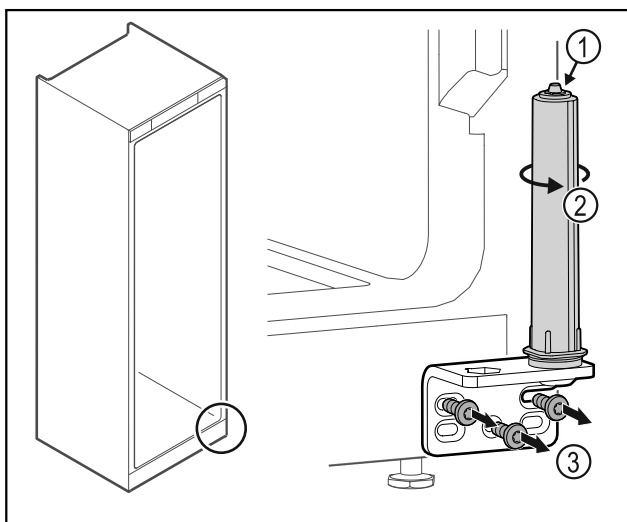

Fig. 34
- Ta inte isär dörrlåssystemet Fig. 34 (1).
- Vrid låssystemet Fig. 34 (2) tills det klickar.
- Skruva av gångjärnsfästet Fig. 34 (3).